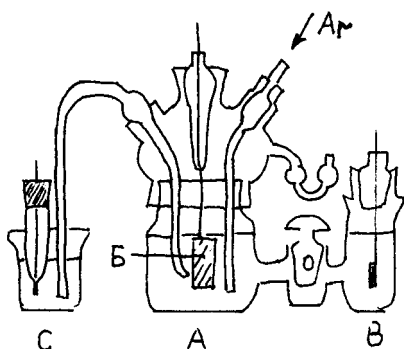

Рис. 8. Ячейка для снятия кривых заряжения
Для снятия кривой заряжения платинированного электрода используется трехэлектродная ячейка, представленная на рис.8.
2. Пока проводится очистка электрода, следует тщательно промыть и собрать ячейку для снятия кривых заряжения (см. рис.8). Затем заполнить ее 0,1 N раствором H_2SO_4 , закрыть кран (или шлиф), отделяющий катодное пространство от анодного, чтобы избежать попадания за счет диффузии к поверхности исследуемого электрода продуктов, возникающих при прохождении тока на вспомогательном электроде. В качестве вспомогательного электрода используют платиновую проволоку.